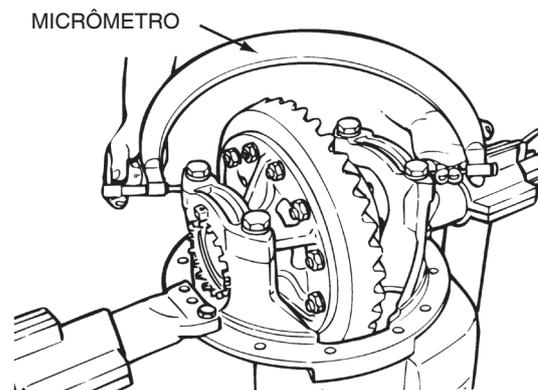
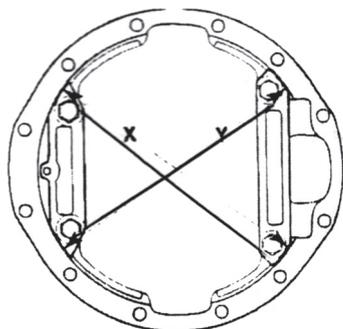

Figura 5.41
Figura 5.40
2. Use um micrômetro longo para medir a distância X e Y entre as superfícies opostas das capas dos mancais. Anote estas medidas. Figura 5.40 e Figura 5.41.